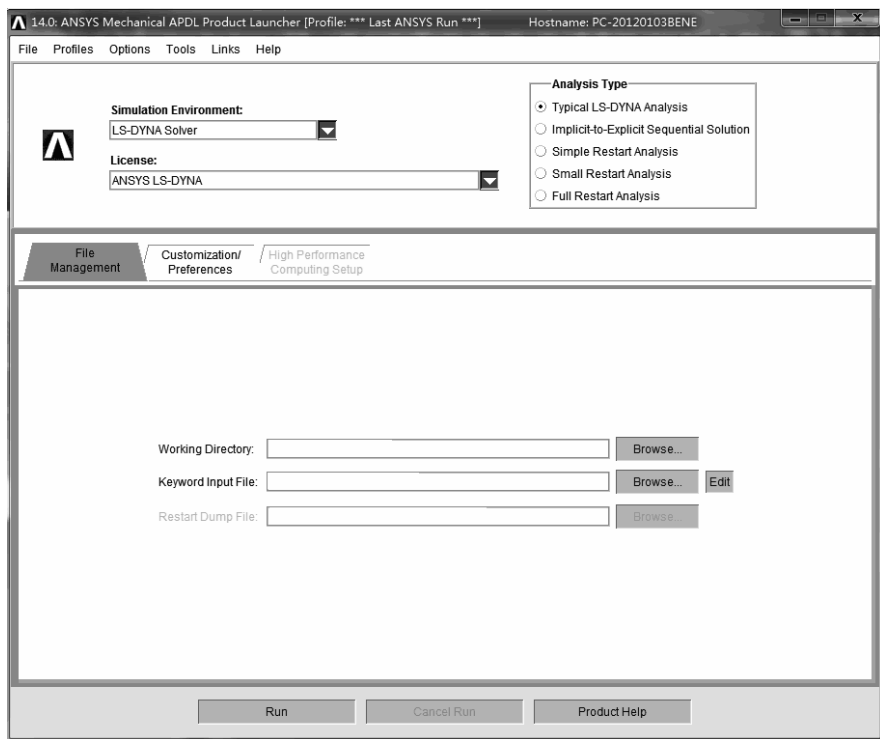
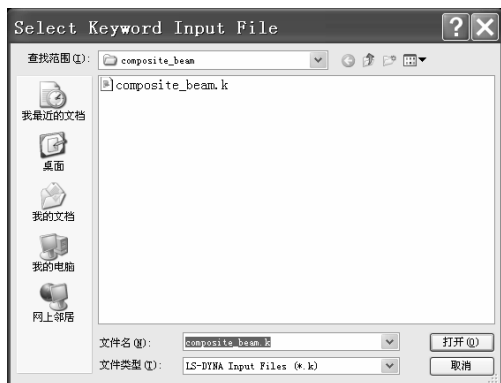

图 2-185 “14.0: ANSYS Mechanical APDL Product Launcher [Profile: *** La...” 窗口
图 2-186 “Select Keyword Input File”窗口
(1) 打开“14.0: ANSYS Mechanical APDL Product Launcher [Profile: *** La...”窗口（见图 2-185）。其实该窗口前面已经打开，只需单击桌面下方任务栏中该窗口的最小化图标使该窗口显示出来。如果前面已将该窗口关闭，可以用“开始”菜单中的“ANSYS 14.0”文件夹下的“Mechanical APDL Product Launcher 14.0”图标打开（单击此图标）。
(2) 单击“14.0: ANSYS Mechanical APDL Product Launcher [Profile: *** La...”窗口中“Simulation Environment:”方框后的倒立三角形图标，选中“LS-DYNA Solver”。
(3) 单击“14.0: ANSYS Mechanical APDL Product Launcher [Profile: *** La...”窗口中“License:”方框后的倒立三角形图标，选中“ANSYS LS-DYNA”。
(4) 在“14.0: ANSYS Mechanical APDL Product Launcher [Profile: *** La...”窗口中的“Working Directory:”方框中输入“d:\composite_beam”。
(5) 单击“14.0: ANSYS Mechanical APDL Product Launcher [Profile: *** La...”窗口中的“Keyword Input File”方框后的“Browse...”按钮，弹出“Select Keyword Input File”窗口（见图 2-186）。